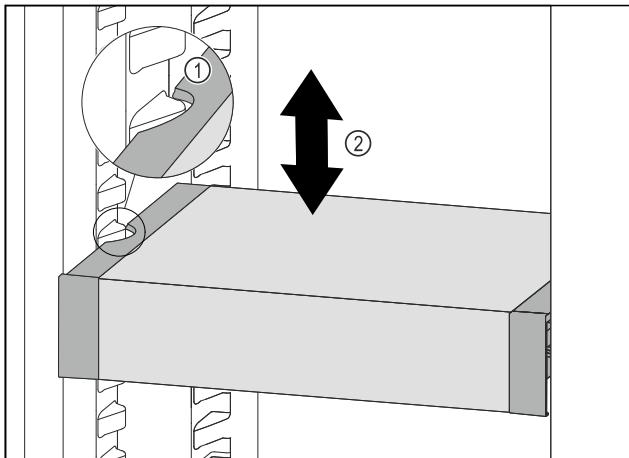

Fig. 67
- Тяните VarioSafe вперед, пока боковые выемки VarioSafe не окажутся на высоте выступа резервуара в холодильном отделении. Fig. 67 (1)
- Двигайте VarioSafe в холодильном отделении вверх или вниз, пока не будет достигнута требуемая высота. Fig. 67 (2)